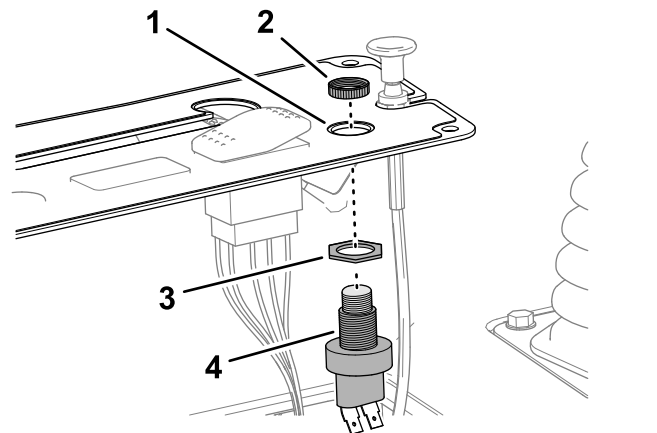

**Figure 15**
4. Enlevez l'obturateur rond avant du couvercle du panneau de commande (Figure 15).